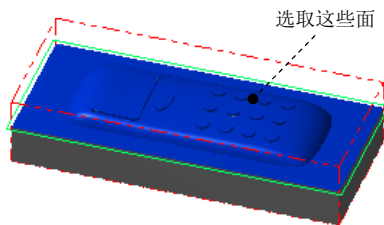

图 24.9 选取加工面
(1) 在图形区中选取图 24.9 所示的曲面, 然后按 Enter 键, 系统弹出“刀具路径的曲面选取”对话框。